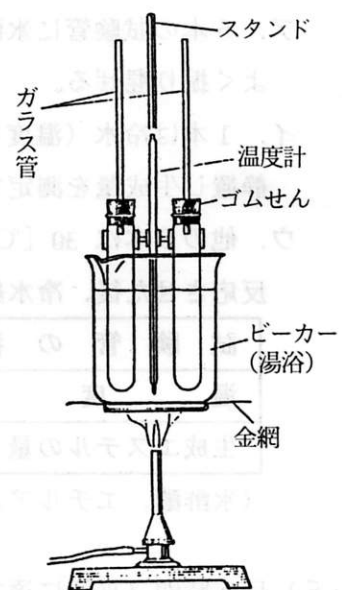

図 1
(2) 図 1 のように装置を組み立て、ときどき試料溶液を振り混ぜながら、80 ~ 85 [°C] で加熱する。
(3) 40 分後に湯浴から同時に試験管を取り出し、冷却して
【図1 全量液】